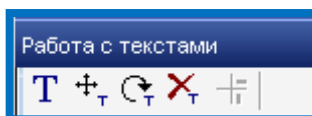

Рисунок 46 – Подпись схемы с помощью команды Тексты
5. Подписываем схему теодолитного хода. В меню **Чертежи** выбираем команду **Тексты**, которая отобразится на панели инструментов (Рис. 46).